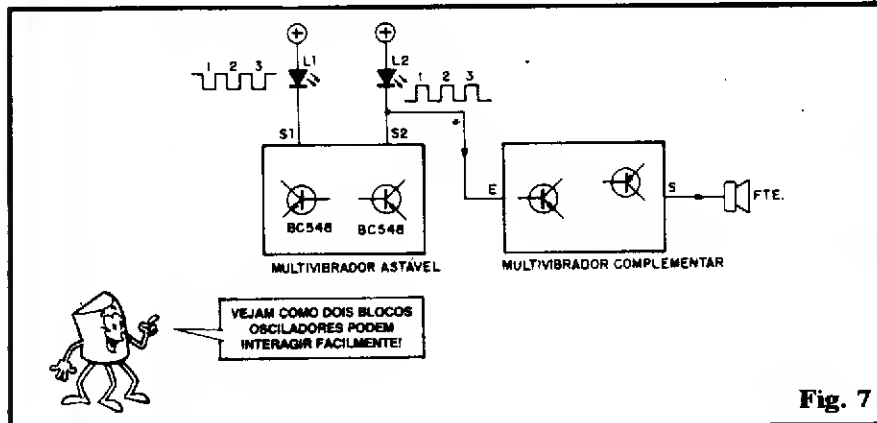

Fig. 7
- FIG. 7 - Diagrama de bloco do circuito do EFEITO CARRO DE BOMBEIROS (siga o texto observando também o "esquema" da fig. 1). No primeiro bloco (esquerda do diagrama) temos um oscilador no formato de MULTIVIBRADOR ASTÁVEL (ver a parte Teórica da presente "Aula"...), ou seja: uma verdadeira "gangorra" formada por dois amplificadores, cada um com um transistor, simetricamente acoplados Saída "dum" com Entrada "doutro" e vice-versa. A frequência (próxima de 1Hz, ou um ciclo por segundo...) é determinada pelos valores dos capacitores eletrolíticos e pelos resistores de polarização/temporização (22K). Acoplados aos coletores de ambos os transistores BC548, temos dois LEDs, cada um protegido pelo